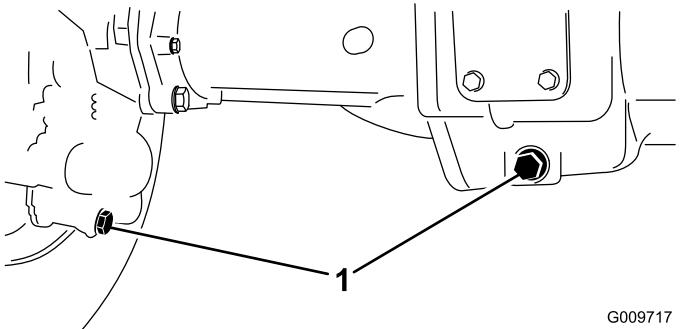

図 57
2. ドレンプラグそれぞれの端部に1本ずつ、中央に1本全部で3本の周囲をきれいにする図 57。